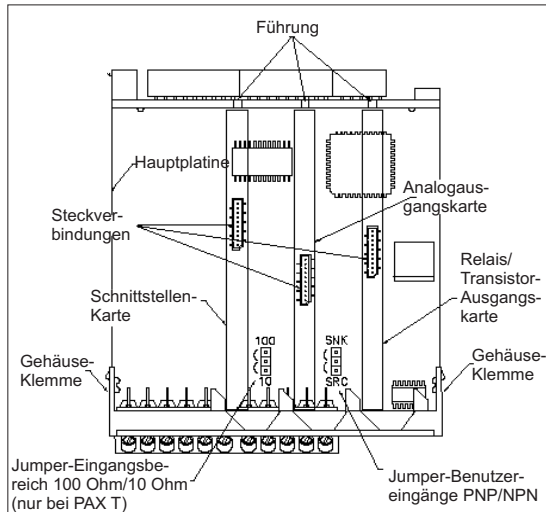

Bild 8.1: Ausgankarten am Beispiel: PAXT
Die Ausgankarten haben feste Einbaupositionen. Die Steckverbinder der Karten sind so konstruiert, dass jede Karte nur auf eine bestimmte Position passt. Die Einbauposition der Karten ist aus Bild 8.1 ersichtlich. Gehen Sie beim Einbau einer Ausgankarte wie folgt vor:
2. Stecken Sie die Ausgankarte auf den entsprechenden Steckplatz (siehe Bild 8.1).